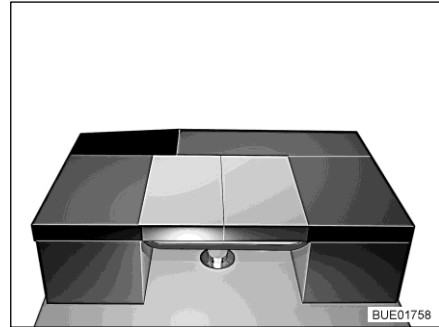

Fig. 167 Después de la transformación
- Colocar el cojín del respaldo del banco lateral en la mesa de modo longitudinal (véase Fig. 167).